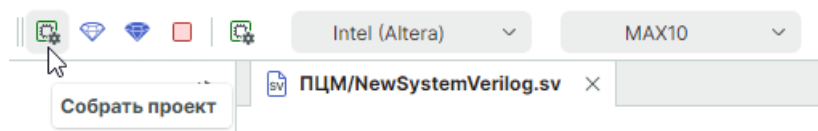

Рис. 48 Расположение кнопки «Собрать проект»
2. На панели инструментов «HDL синтез» нажмите кнопку  «Собрать проект», см. Рис. 48.